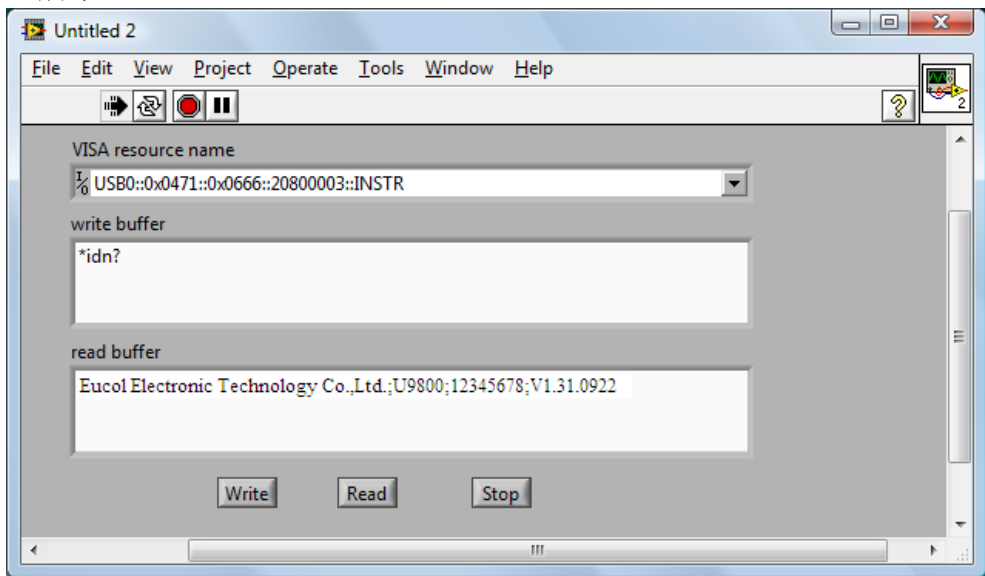

图 4-3-6
*idn?。点击 Write 键发送命令。然后按 Read 键读取返回信息。执行结果如图 4-3-6 所示。